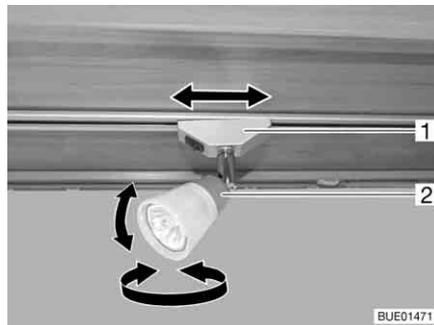

Bild 47 Spotleuchte
**Drehen:** ■ Gehäuse (Bild 47,2) fassen und drehen.
**Verschieben:** ■ Halterung (Bild 47,1) fassen und um ca. 45° drehen.
**Abnehmen:** ■ Halterung (Bild 47,1) fassen und um 90° drehen.